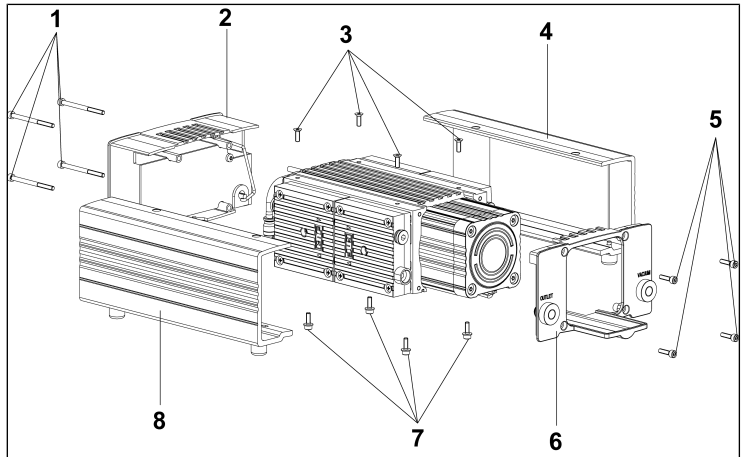

Fig.4: Extraer la carcasa de la bomba
1. Aflojar los tornillos (1/ Fig. 4, 3, 5 y 7) y extraer las piezas de la carcasa de la bomba (2/ Fig. 4, 4, 6 y 8).
1. Colocar las piezas de la carcasa de la bomba (**2**/Fig. 4, **4**, **6** y **8**) en la bomba y apretar los tornillos (**1**/Fig. 4, **3**, **5** y **7**).